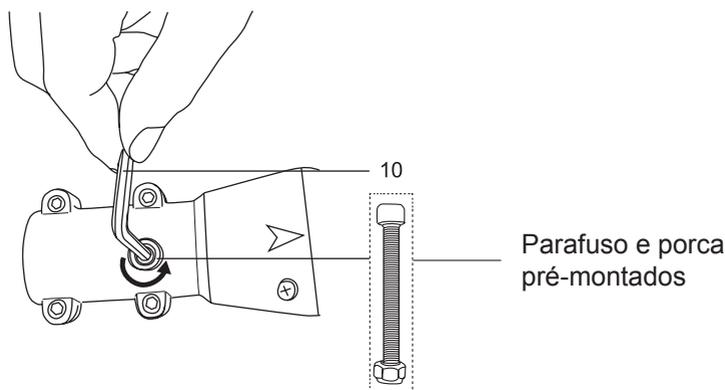

Fig. 1
1. Coloque o produto (parte traseira) e a unidade do motor numa superfície plana e estável, com a cobertura lateral (12) voltada para cima.
2. Rode o parafuso pré-montado para a esquerda utilizando a chave hexagonal (10) e retire-o em conjunto com a porca, mantendo-os à mão. (Fig. 1)